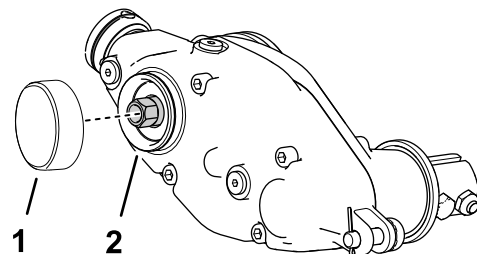

Bild 15
1. Tragen Sie Gewindesperrmittel mittlerer Stärke (z. B. Green Loctite 609®) um die Sprenggrille und die äußere Oberfläche auf (Bild 15).
2. Montieren Sie den Deckel, wie in Bild 15 abgebildet.